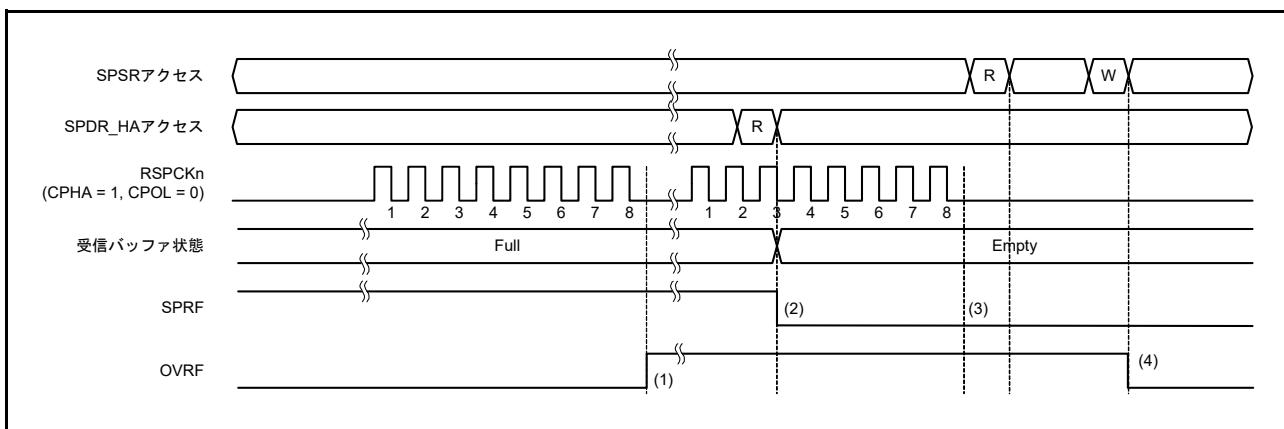

図 32.32 OVRF フラグおよび SPRF フラグの動作例
図 32.32 に、OVRF フラグと SPRF フラグの動作例を示します。図 32.32 に記載した SPSR アクセスと SPDR\_HA アクセスは、それぞれ SPSR、SPDR\_HA レジスタへのアクセス状況を示しています。“W”は書き込みサイクル、“R”は読み出しサイクルを示しています。図 32.32 では、SPCMDm.CPHA ビットが 1、SPCMDm.CPOL ビットが 0 の設定で、SPI が 8 ビットのシリアル転送を実行しています。RSPCKn 波形の下に記載した数字は、転送ビット数などの RSPCK サイクル数を示しています。
以下に、図 32.32 の (1) ~ (4) に示したタイミングでのフラグの動作内容を説明します。
- (1) SPRF フラグが 1 (受信バッファフル) の状態でシリアル転送が終了すると、SPI がオーバーランエラーを検出し、OVRF フラグを 1 にします。SPI はシフトレジスタのデータを受信バッファにコピーしません。また、SPPE ビットが 1 であってもパリティエラーの検出は行いません。SPI0 のマスタモードの場合、SPI は SPCMDm ポインタの値を SPSSR.SPECIM[2:0] ビットにコピーします。
- (2) SPDR/SPDR\_HA レジスタを読み出すと、SPI は受信バッファのデータを出力します。その後、SPRF フラグが 0 になります。受信バッファが空になっても、OVRF フラグは 0 なりません。
- (3) OVRF フラグが 1 の状態 (オーバーランエラー) でシリアル転送が終了した場合には、SPI はシフトレジスタのデータを受信バッファにコピーしません (SPRF フラグは 1 なりません)。受信バッファフル割り込みも発生しません。また、SPPE ビットが 1 であってもパリティエラーの検出は行いません。SPI0 のマスタモードの場合、SPI は SPSSR.SPECIM[2:0] ビットを更新しません。オーバーランエラー発生状態で、SPI がシフトレジスタから受信バッファへ受信データをコピーしなかった場合でも、シリアル転送が終了すると SPI はシフトレジスタを空であると判定します。これにより、送信バッファからシフトレジスタへのデータ転送が可能な状態になります。
- (4) OVRF フラグが 1 の状態で SPSR レジスタを読んだ後、OVRF フラグに 0 を書くと、OVRF フラグは 0 になります。